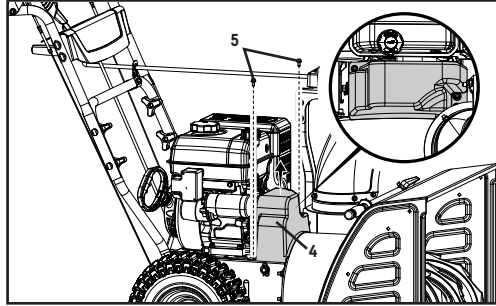

Figure 23
1. Retirez le couvercle en plastique de la courroie sur le devant du moteur en enlevant les deux boulons M6 x 16 (5) (figure 23).